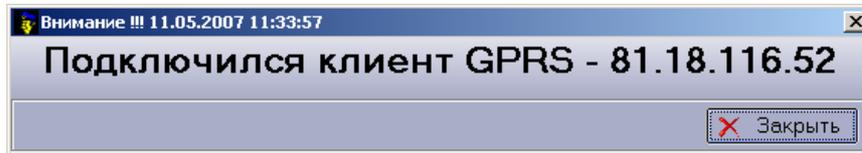

Рисунок 20 Извещение о подключении клиента GPRS
5. После применения настроек прибором нажмите правую клавишу мыши и выполните пункт «*Включить GPRS»*. При успешном переходе в GPRS картинка в левом столбце прибора будет изменена и на экран будет выдано окно с информацией о новом клиенте GPRS (см. рис. 20).
1. Выберите карточку прибора в списке карточек диапазона закладки «Диапазоны» главного окна программы АРМ ДПЦО (см. рис. 20 выбрана карточка 24503);